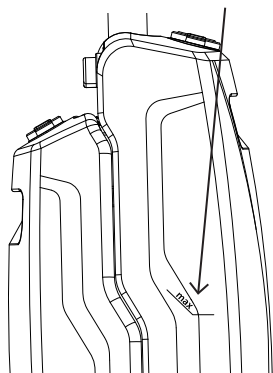

Imagen 8
9. Si el recipiente de recogida alcanza la escala MAX, debe vaciarse lo antes posible (Imagen 8).